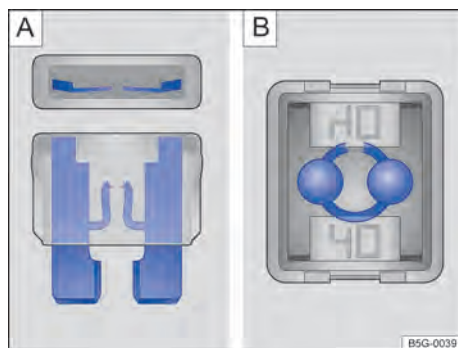

Fig. 183 Fusible quemado: A) fusible plano, B) fusible de bloqueo.
- Un *fusible plano* (ATO®, MINI®) quemado se reconoce desde arriba o desde el costado por la carcasa transparente en las bandas metálicas derretidas → fig. 183 [A].
- Un *fusible de encastre* (JCASE®) quemado se reconoce por las bandas metálicas derretidas desde arriba de la carcasa transparente → fig. 183 [B].